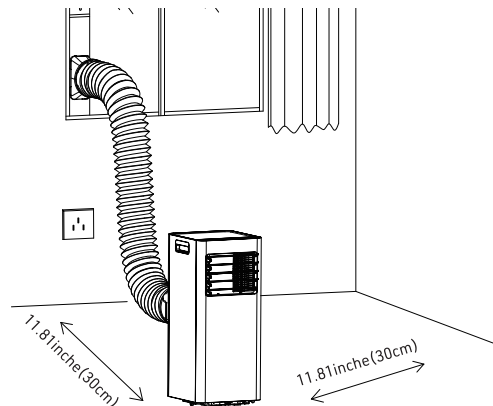

Fig. 11
- 1.) Placez l'appareil sur une surface plane, et à une distance minimale de 30 cm tout autre objet. (représenté Fig. 11)